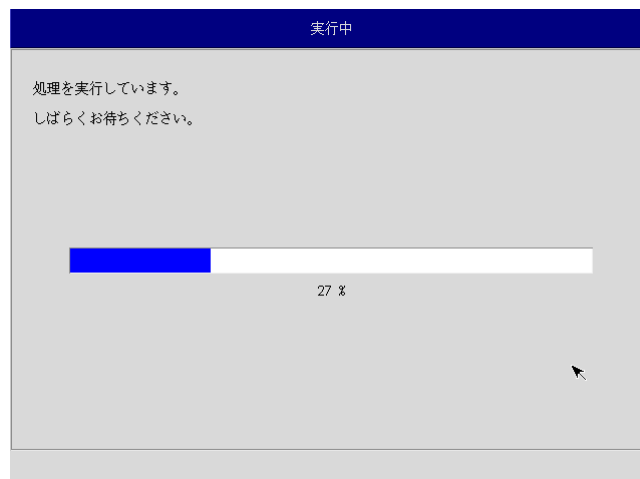

図 5-3-6. 実行中画面
- ⑨ 実行中画面（図 5-3-6）が表示され、処理が開始されます。実行中はリカバリ USB メモリ、バックアップ USB を外さないでください。また、電源を落とさないようにしてください。